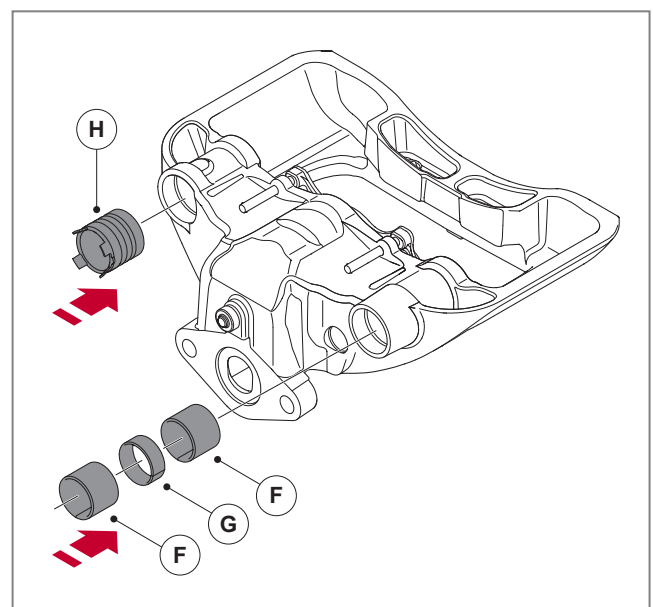

Abb. 65 - Vorderes Gleitlager und hintere seitliche Buchse installieren
1. Befolgen Sie die unten aufgeführten Schritte 2 und 3 sorgfältig, um die beiden Lagerbuchsen (F) des Festlagers und das Abstandsstück (G) sowie die Verbundwerkstoffbuchse (H) des Loslagers zu installieren, *siehe* ► *Abb. 65*.